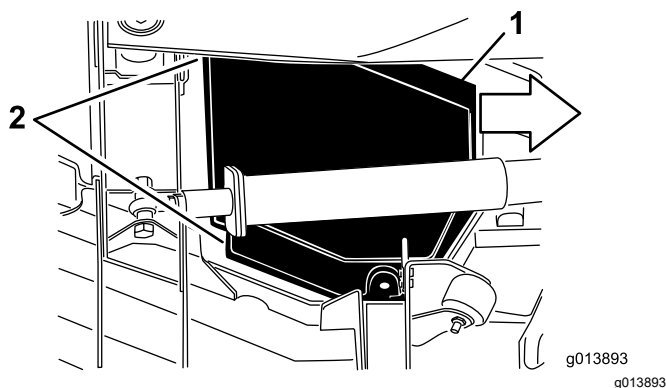

Figure 78
5. Tout en soulevant le capot, faites-le glisser vers le groupe de déplacement d'environ 2,5 cm (1 po) pour dégager le bord extérieur du tablier (Figure 78).